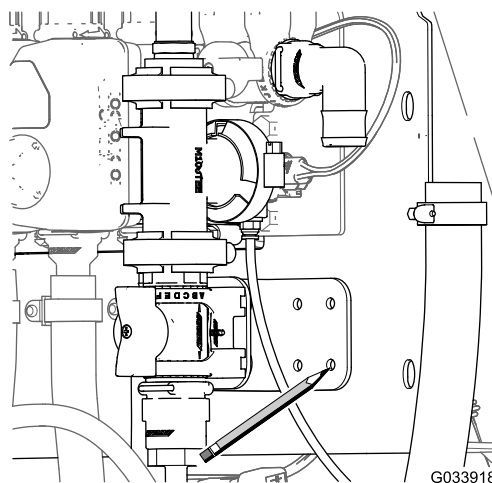

Рисунок 32
- Используя кронштейн регулирующего клапана как шаблон, отметьте местоположение отверстий кронштейна на поверхности крепления коллектора (Рисунок 32).